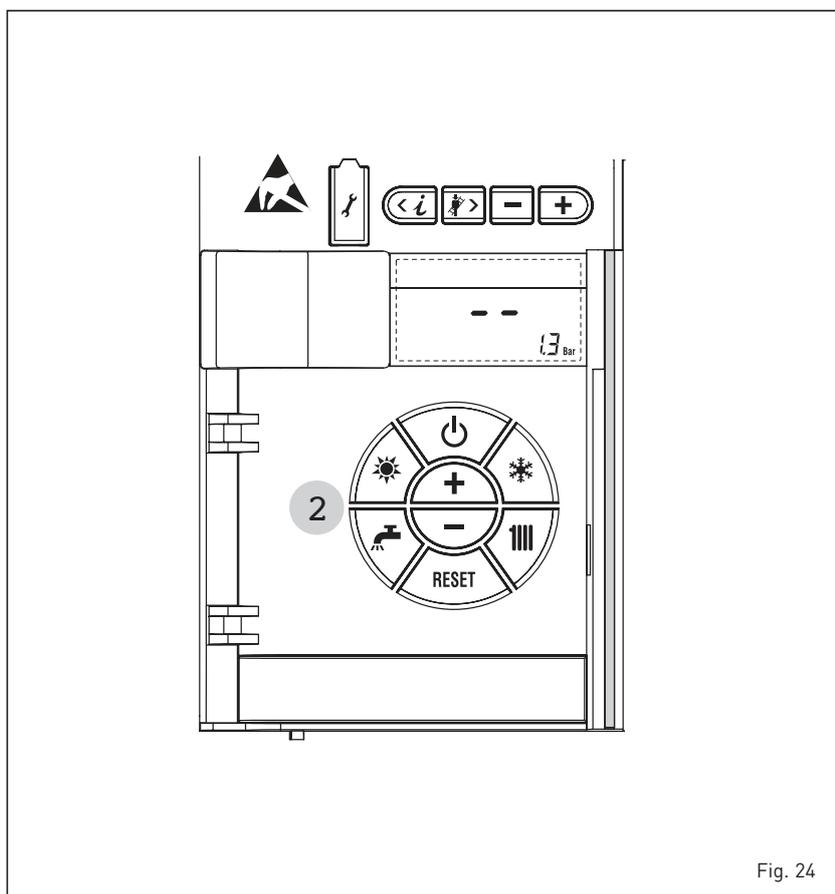

Fig. 24
ALLUMAGE D'UN MODULE INDIVIDUEL (fig. 24)
ARRÊT D'UN MODULE INDIVIDUEL (fig. 24)
En cas d'absences de courte durée, appuyer sur la touche des commandes (pos. 2). L'écran apparaîtra comme le montre la fig. 24. De cette manière, en laissant actives l'alimentation électrique et l'alimentation du combustible, la chaudière est protégée par les systèmes